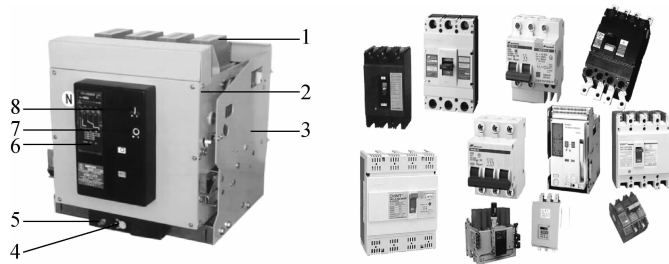

图 1-11 低压断路器
(3)低压断路器,如图 1-11 所示。
①结构。触点系统、灭弧装置、脱扣机构、传动机构等。
②分类。框架式(万能式)和塑壳式(装置式)。
③特点。操作安全,分断能力较强。
④用途。不频繁通断电路,并能在电路过载、短路及失压时自动分断电路。